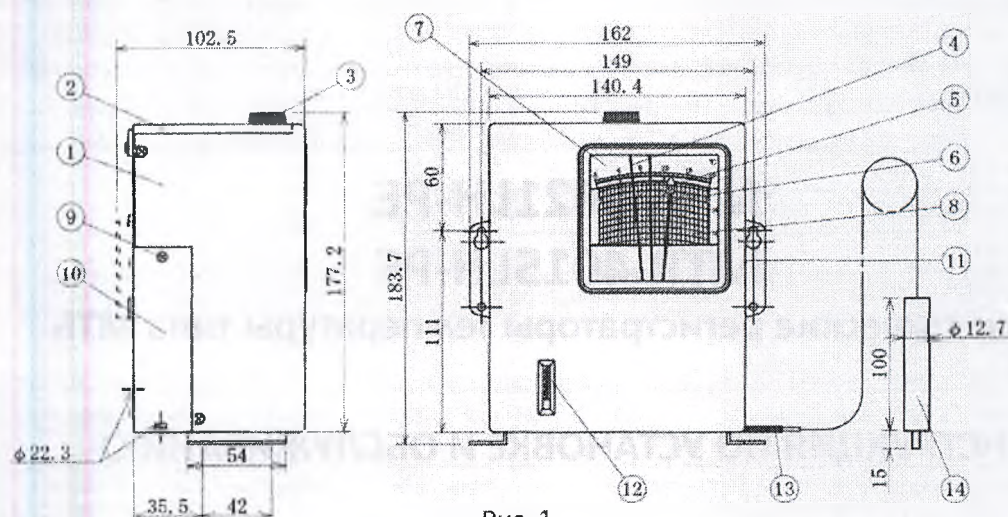

Рис. 1
1. Откройте крышку и опустите рычаг держателя пера. С помощью этой операции кончик пера отделяется от бумаги для регистрации (см. Рис. 1).
1. Откройте дверцу и опустите рычаг держателя пера. С помощью этой операции кончик пера отделяется от бумаги для регистрации (см. Рис. 1).